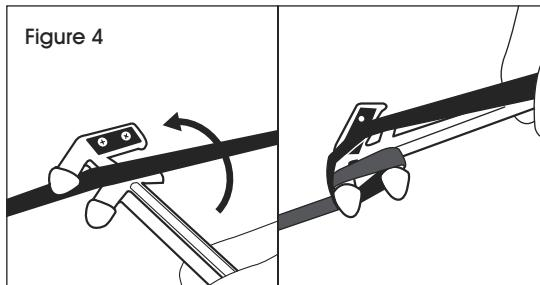

Figure 4
1. Place strapping between tensioner rods. Raising the handle, flip tool 360 degrees. (See Figure 4)
1. Placez le feuillard entre les tiges du tendeur. En soulevant la poignée, faites pivoter l'outil à 360 degrés. (Voir Figure 4)